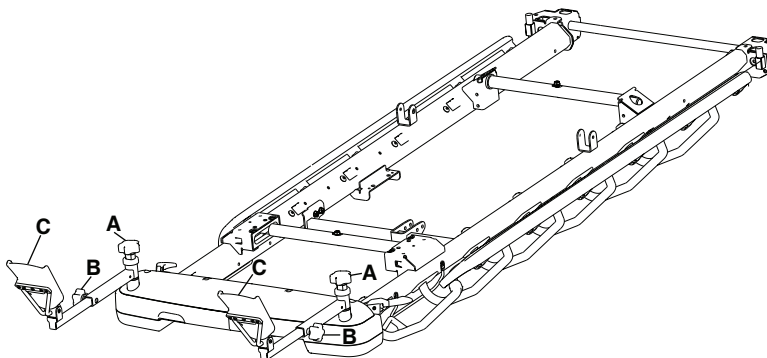

Рисунок 21 – Изменение положения подножек
1. Ослабьте коленную ручку (А) в верхней части подножек, чтобы отрегулировать поперечный угол наклона подножек (Рисунок 21).